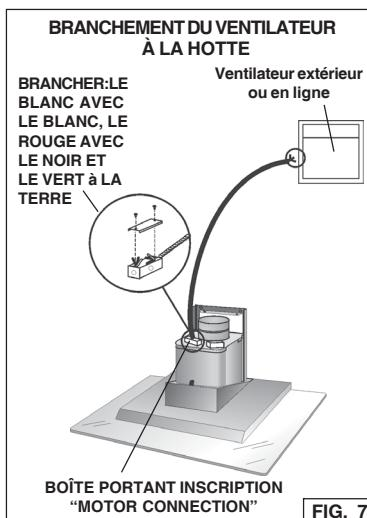

FIG. 7
1. Connecter les connecteurs (deux fils + fil de terre) de la turbine du ventilateur extérieur (ou en ligne) à la boîte du tableau électrique de la hotte où est indiqué "motor connection". Fig. 7
2. Enlever le couvercle de la boîte du tableau électrique et enlever un knockout. Fig. 7
3. Fixer le "conduit" à la boîte du tableau électrique à l'aide d'un connecteur approprié pour ce "conduit". Fig. 7
4. Faire le branchement électrique à la hotte. Raccorder le blanc avec le blanc, **le rouge au noir** et le vert à la terre. Fig. 7